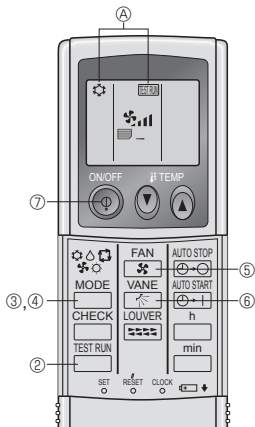

Fig. 7-5
7.2.2. Verwendung der drahtlosen Fernbedienung (Fig. 7-5)
- ① Mindestens 12 Stunden vor dem Testlauf den Netzstrom einschalten.
- ② Die **TEST RUN** -Taste zweimal kurz nacheinander drücken.